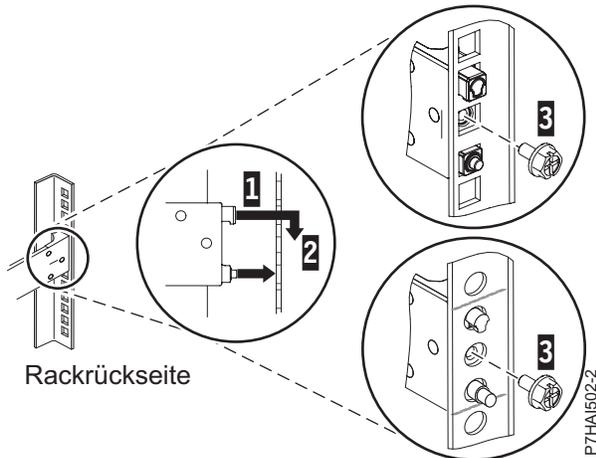

Abbildung 3. Stifte an den Bohrungen in der Rückseite des Racks ausrichten und in den Bohrlöchern einrasten lassen
- Richten Sie die zwei Stifte an der Rückseite der Schiene an den zuvor markierten oberen und unteren Bohrungen in der ausgewählten EIA-Einheit aus. Ziehen Sie die Schiene zu sich heran, um die zwei Stifte in die Rackbohrungen (1) einzusetzen, und senken Sie die Schiene ab (2), damit der hakenförmige obere Stift einrastet. Einzelheiten finden Sie unter Abb. 3. Stellen Sie sicher, dass die zwei Stifte aus den Rackbohrungen herausragen, bevor Sie mit dem nächsten Schritt fortfahren.